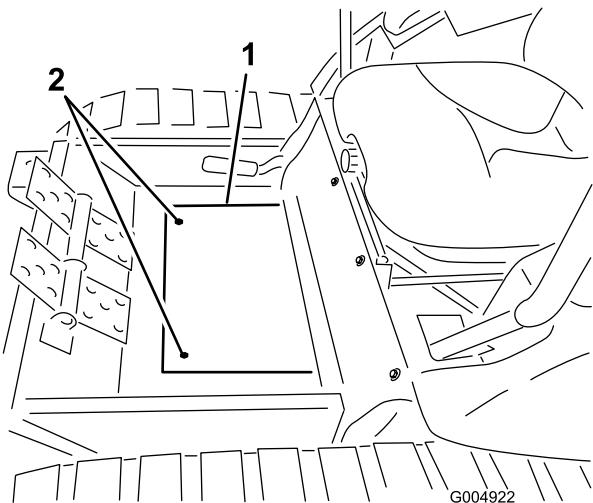

Figure 72
3. Enlevez les 2 boulons qui fixent la plaque couvercle de plancher et déposez celle-ci (Figure 72).